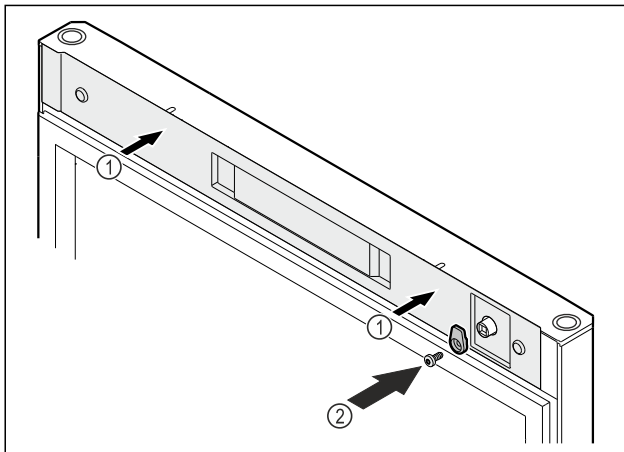

Fig. 54
- ▶ Нахлузете капака Fig. 54 (1).
- ▶ Завинтете затварящата кука Fig. 54 (2).